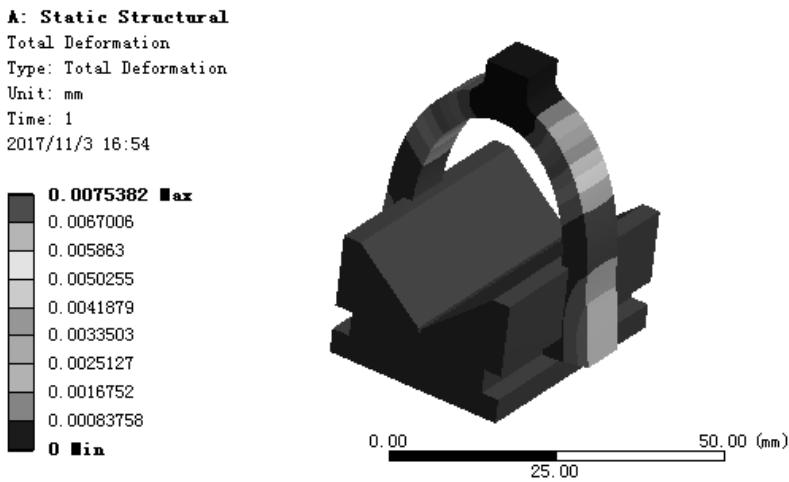

图 7.6.20 位移变形结果图解
- (3) 查看位移结果图解。在“Outline”窗口中选中 Total Deformation，查看图 7.6.20 所示的位移变形结果，其最大位移为 0.0075382 mm。